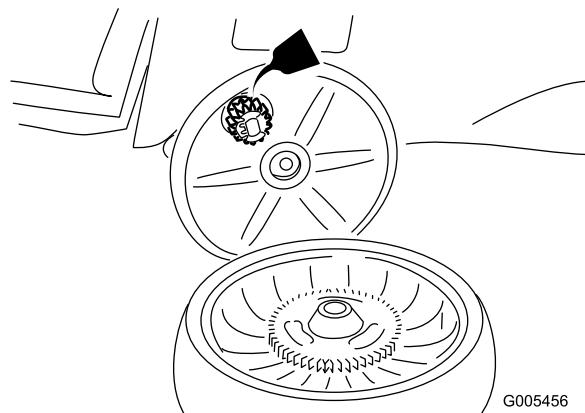

Figure 33
2. Appliquez une couche d'huile de graissage à l'intérieur et à l'extérieur des engrenages, de la manière indiquée (Figure 33).